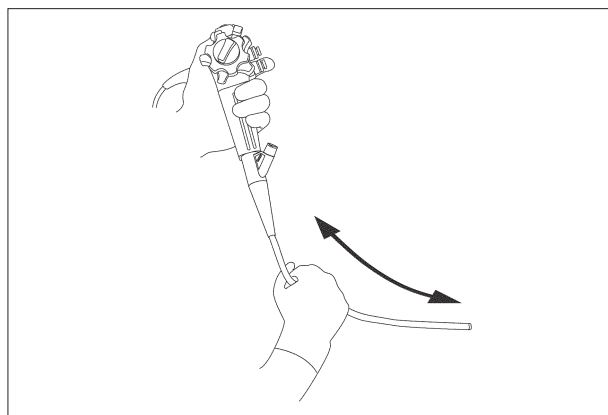

Рис. 3.2
4. Произведите тщательное обследование кончиками пальцев всей поверхности вводимой трубки в обоих направлениях (см. рис. 3.2). Убедитесь в отсутствии выступающих участков металлической проволоки на вводимой трубке. Также убедитесь в отсутствии необычной жёсткости вводимой трубки.